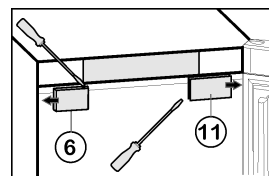

Fig. 5
- ▶ Установите крышку Fig. 5 (6) снаружи со стороны шарнира с поворотом на 180° и защелкните ее.
- ▶ Установите крышку Fig. 5 (11) снаружи со стороны шарнира с поворотом на 180° и защелкните ее.